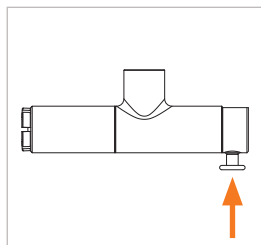

Figure 9
▶ Appuyez sur le bouton de soupape (Pos. 4) (Figure 9). Les mâchoires de serrage s'ouvrent.